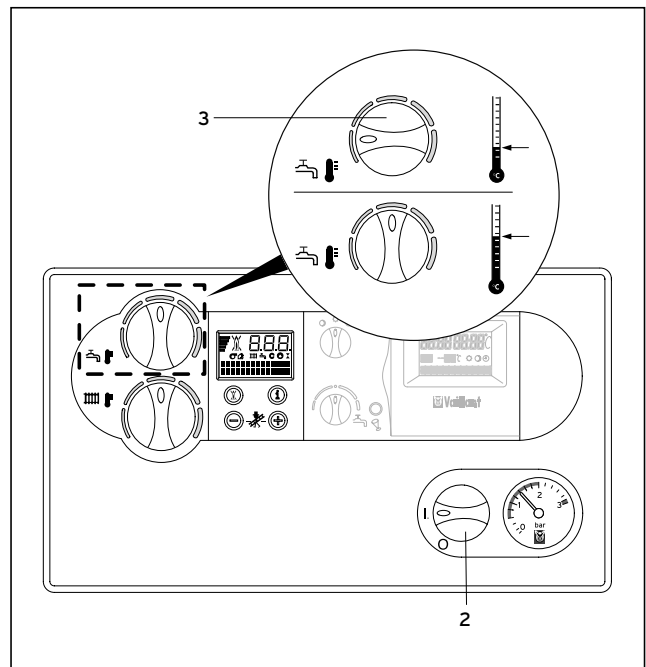

Рис. 3.7 Нагрев воды при помощи VCW-
3.3.1 Нагрев горячей воды (рис. 3.7)
При жесткости воды больше чем 3,57 mol / m³ (20 °dh) ставьте, пожалуйста, ручку настройки (3) в промежуточное положение, а не в максимальное (рисунок. 3.7).